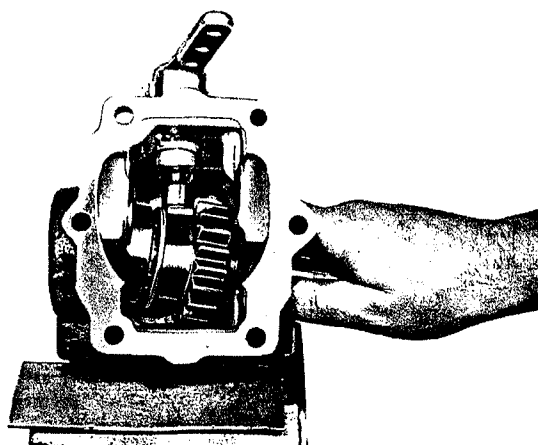

Fig. 21
(4) du roulement à billes et sortir ensuite l'arbre de sortie du carter (fig. 21).